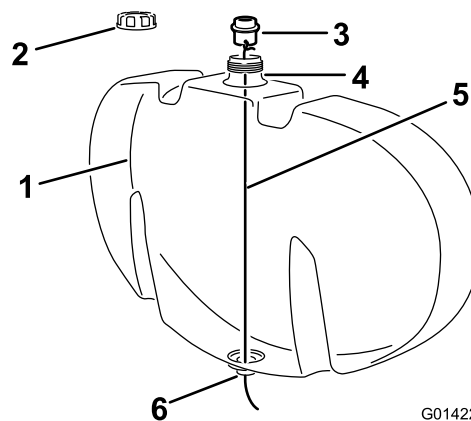

Figura 2
1. Ligue um cabo, mais comprido que a altura do depósito, a um dos quatro furos da forquilha de retenção na união do anteparo (Figura 2).
2. Retire o tampão de enchimento do depósito de lavagem (Figura 2).
3. Baixe o cabo através da abertura no furo de enchimento do depósito e encaminhe-o pela abertura na parte inferior do depósito (Figura 2).